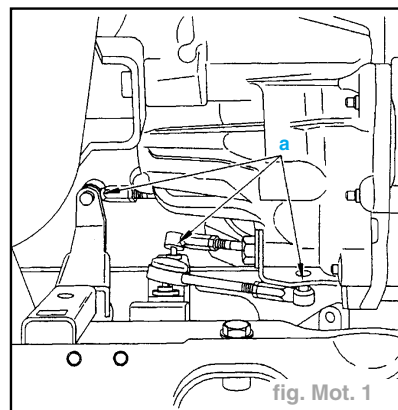

fig. Mot. 1
- Désaccoupler les biellettes de commande de sélection de passage des vitesses, en "a"; à l'aide de l'outil **9040-TG1/TG2** (fig. Mot. 1).